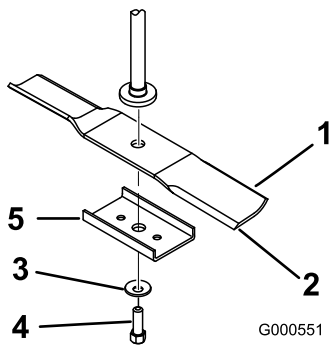

Figure 49
- Enlevez de l'axe le boulon de lame, la rondelle bombée, le renfort de lame et la lame (Figure 49).
- Montez le renfort, la rondelle bombée (face concave vers la lame) et le boulon de lame (Figure 49).
- Placez la lame sur l'axe (Figure 49).